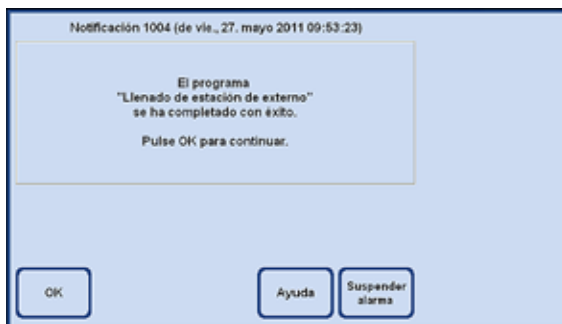

Fig. 173
- Tras concluir el soplado se visualiza un mensaje (fig. 173) indicando que ha concluido el llenado sin contacto. Para finalizar el proceso, pulsar la tecla **OK**.